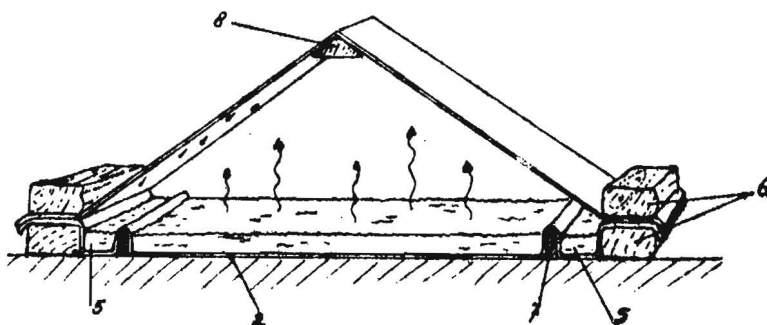

fig. 3. Horizontale destillator.
B. de horizontale destillator (fig 3). We maken eerst een bak(2) waarin water verwarmd kan worden. In de hier getende constructie ontstaat bak (2) door tussen twee opstaande houten of asbest randen (7) zwart plastic te leggen. Dit plastic leggen wij ook door de opvanggootjes (5) die op deze wijze waterdicht worden. Zowel het zwarte plastic als het doorzichtige plasticfolie worden door de stenen (6) vastgehouden. Uiteraard moet het doorzichtige folie ook een ondersteuning hebben (8). Afhankelijk van de ter plaatse verkrijgbare materialen kunt dit model nog verbeteren door gebruik te maken van beton i.p.v. stenen. Of een zwart geverfde betonnen bodem i.p.v. landbouwplastic.